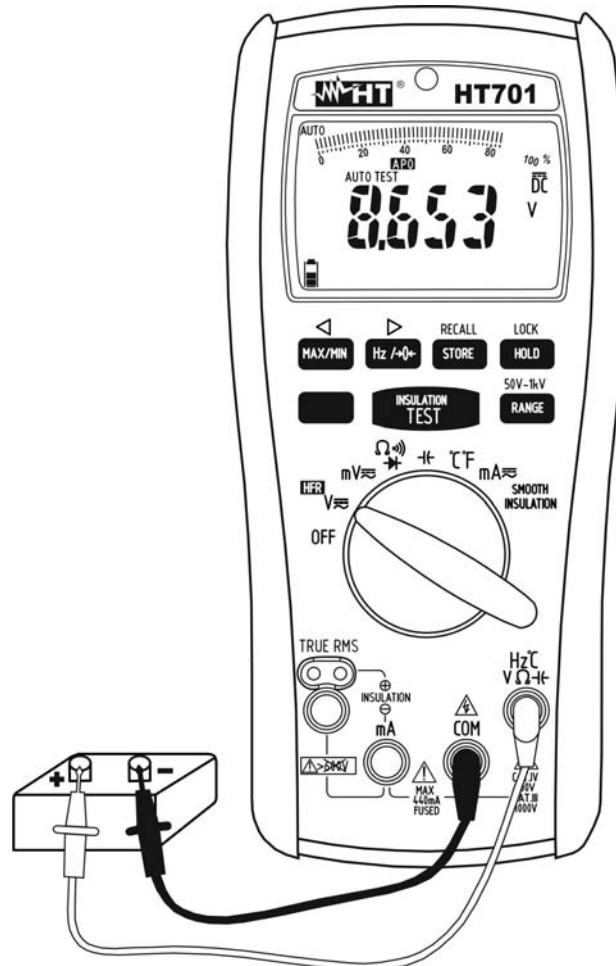

Fig. 2: Uso dello strumento per misura di Tensione DC
4. Inserire il cavo rosso nel terminale di ingresso $H_z^{\circ}C V \Omega \text{ Hz}$ e il cavo nero nel terminale di ingresso **COM** (vedere Fig. 2).
7. La visualizzazione del simbolo "-" sul display dello strumento indica che la tensione ha verso opposto rispetto alla connessione di Fig. 2.